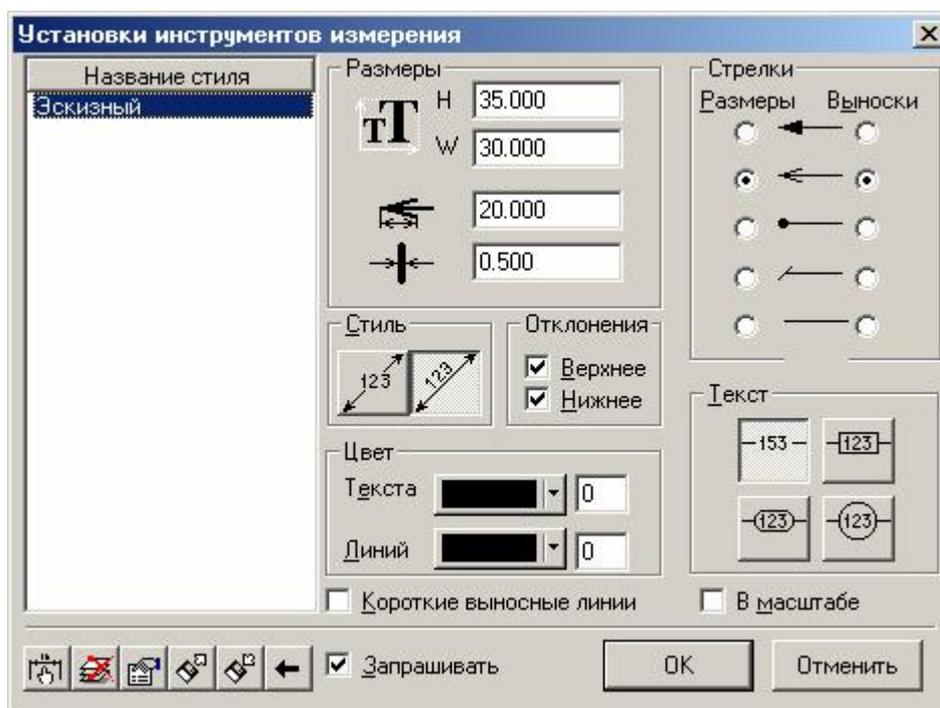

Рис. 107 Диалоговое окно **Установки инструментов измерения**
- Нажать кнопку  (**Установки инструментов измерения**) на панели **Измерения** или выбрать пункт **Установки** в подменю **Измерения** меню **Инструменты**. В появившемся диалоговом окне (рис. 107) установить требуемые параметры: высота шрифта $H = 35.0$ мм, ширина $W = 30.0$ мм, длина размерной стрелки 20 мм, толщина линий 0.5 мм.